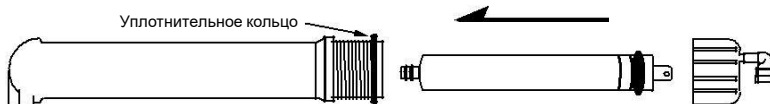

Рис. 14
4. Отстыкуйте трубку (H) от крышки колбы мембраны (маркировка MEMBRANE на колбе).
7. Установите новую мембрану в корпус, соблюдая направление установки: торец мембраны с резиновыми прокладками направлен в глубину колбы (**рис. 14**).